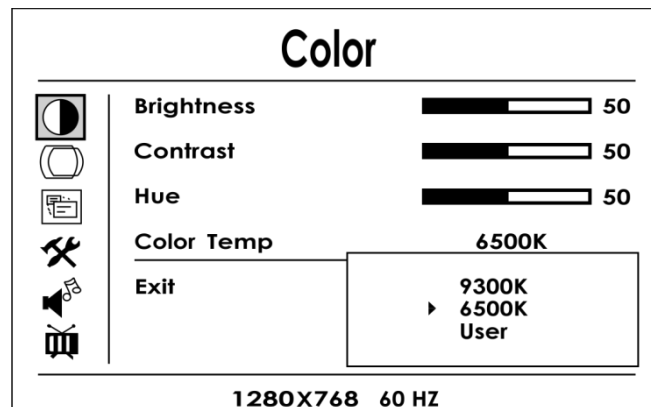

Abb. 06
Wenn Sie einen Parameter aktiviert haben und erneut die **Menu-Taste (06)** drücken, erscheinen verschiedene Optionen. Wählen Sie die gewünschte Option mit der **Menu-Taste (06)** aus. Siehe Abb. 06